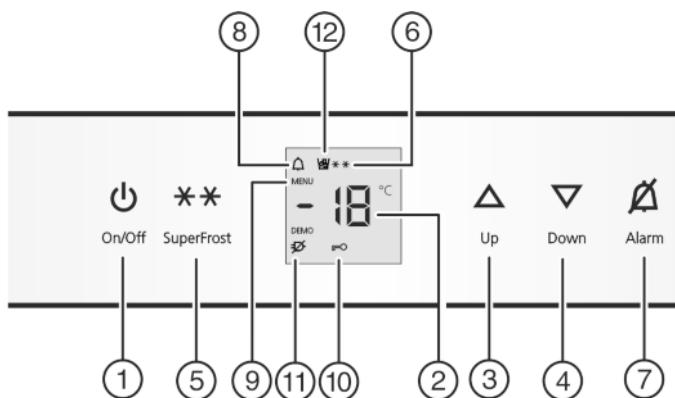

Fig. 2
- нажмите кнопку On/Off Fig. 2 (1).
- Активация режима настройки: удерживайте кнопку SuperFrost Fig. 2 (5) прибл. 5 секунд.
- Символ меню Fig. 2 (9) горит.
- Коротко нажмите кнопку SuperFrost Fig. 2 (5) для подтверждения.
- Для включения защиты от детей коротко нажмите клавишу SuperFrost Fig. 2 (5).
- Символ "Защита от детей" Fig. 2 (10) горит. На индикации мигает .
- Для выключения защиты от детей коротко нажмите клавишу SuperFrost Fig. 2 (5).
- Символ защиты от детей Fig. 2 (10) гаснет. На индикации мигает .
- Выход из режима настройки: нажмите кнопку On/Off Fig. 2 (1).
► Нажмите кнопку Alarm Fig. 2 (7).
Одновременно мигает индикация температуры и символ тревоги Fig. 2 (8).
Звуковой сигнал выключается автоматически, символ аварийного сигнала Fig. 2 (8) выключается и индикатор температуры перестает мигать, если температура снова становится достаточно низкой.
► Установка более высокой температуры: нажмите кнопку настройки Up Fig. 2 (3).
► Установка более низкой температуры: нажмите кнопку настройки Down Fig. 2 (4).